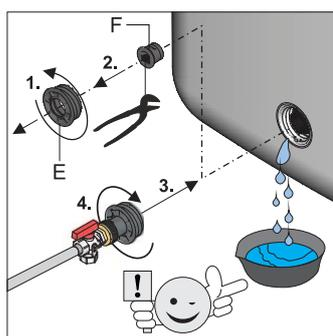

Fig. 6-4 Atornillar la conexión de llenado KFE en la conexión de llenado y vaciado
- Extraer la pieza roscada (fig. 6-4, pos. E) en la conexión de llenado y vaciado, retirar el tapón de cierre (fig. 6-4, pos. F) e **inmediatamente volver a atornillar** la rosca premontada con la **conexión de llenado KFE** en la conexión de llenado y vaciado (fig. 6-4).